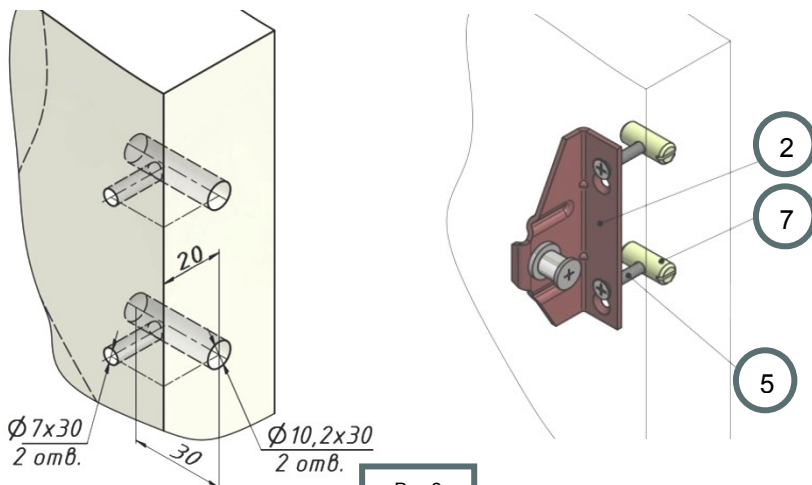

Рис.2
6. Разметить на торце двери места для гаек-бочонков **7** на одном уровне с отверстиями $\varnothing 7\text{мм}$ (см рис.2).
8. Установить ригель **2** на дверь с помощью винтов **5** и гаек-бочонков **7** (см. рис.2).